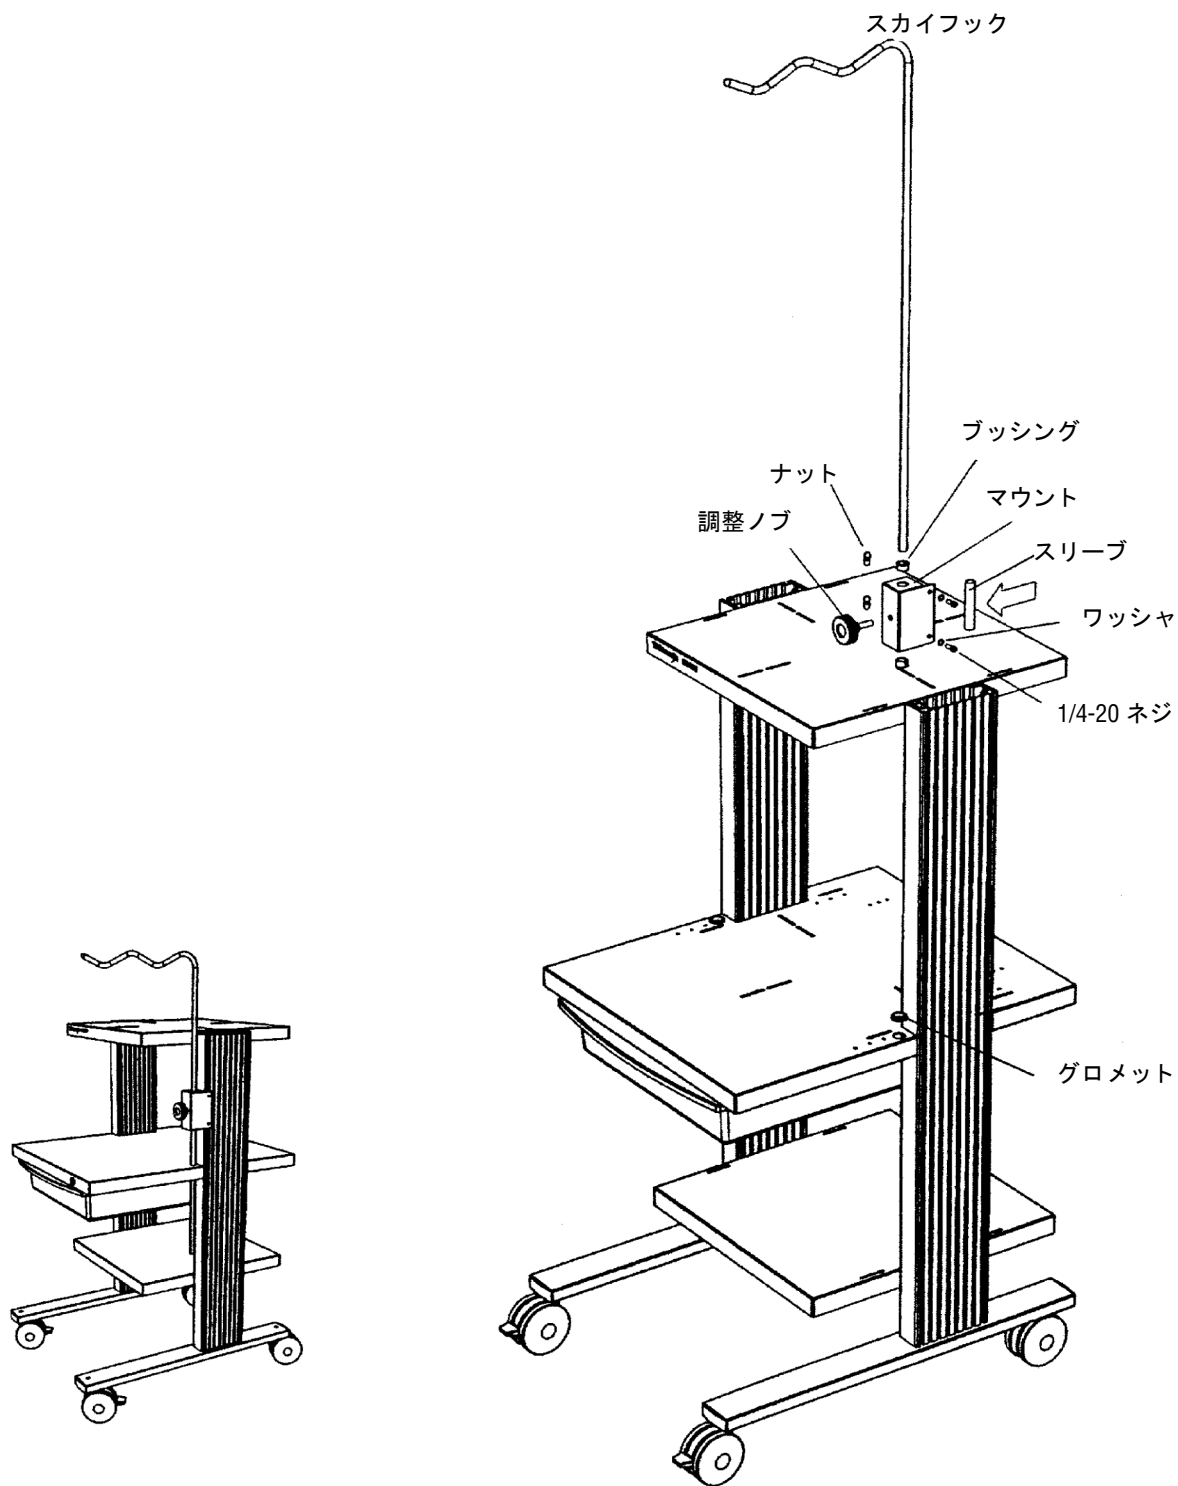

図 14: スカイフックの取り付け
2. 図 14 に示すように、ナット、ロックワッシャ、およびキャップヘッド型ネジをマウントに取り付けます。ネジは固く締めずにゆるめにしておきます。ナットを 1 回転以上締めないでください。
3. 図 14 に示すように、最初にブッシングをマウントのトップとボトム穴に押し込みます。次に、スリーブをマウントの中に入れ、マウントの上下の隙間で位置調整をします。スカイフックをマウントの上からスライドさせスリーブの中を通します。ここで調整ノブを取り付け、軽く締めてスカイフックが動かないようにします。